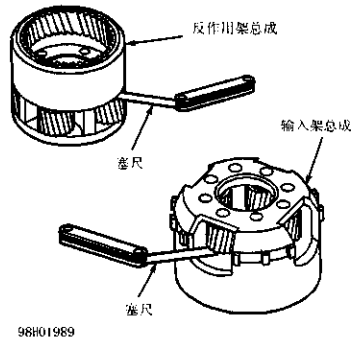

图 2-80 检查输入行星架和反作用行星架小齿轮轴向间隙
① 用塞尺检查输入行星架和反作用行星架总成内的小齿轮轴向间隙是否过大。轴向间隙应为 0.009 ~ 0.030in (0.23 ~ 0.76mm)。如果轴向间隙不在规范内，更换相应的部件(图 2-80)。
② 检查推力轴承保持架是否损坏，滚子是否损坏或丢失。检查反作用行星架小齿轮齿和内齿轮齿是否损坏。检查输入行星架小齿轮或花键齿是否损坏。必要时，更换部件。